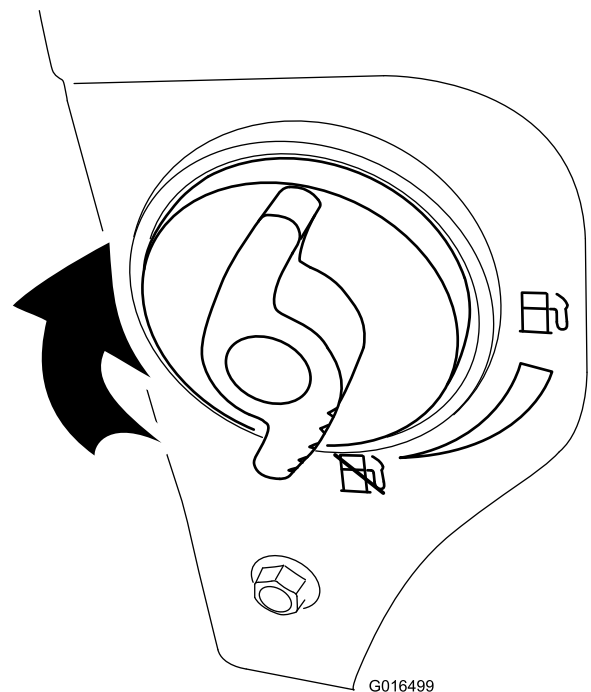

Figure 22
4. Fermez le robinet de carburant en le tournant dans le sens horaire (Figure 22).